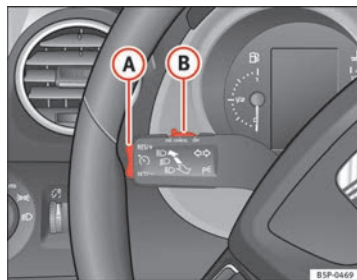

Fig. 150 Palanca de intermitentes y de luz de carretera: mando y tecla basculante para el regulador de velocidad
- Presione la parte superior de la tecla basculante **RES/+** ⇒ fig. 150 **A** para aumentar la velocidad. El vehículo acelerará mientras mantenga la tecla presionada. Al soltar la tecla quedará memorizada la nueva velocidad.
Si se reduce la velocidad programada pisando el pedal del freno, se desactiva el regulador de velocidad. Si quiere activar de nuevo el regulador, bastará con presionar una vez la parte superior de la tecla basculante **RES/+** ⇒ fig. 150 **A**.